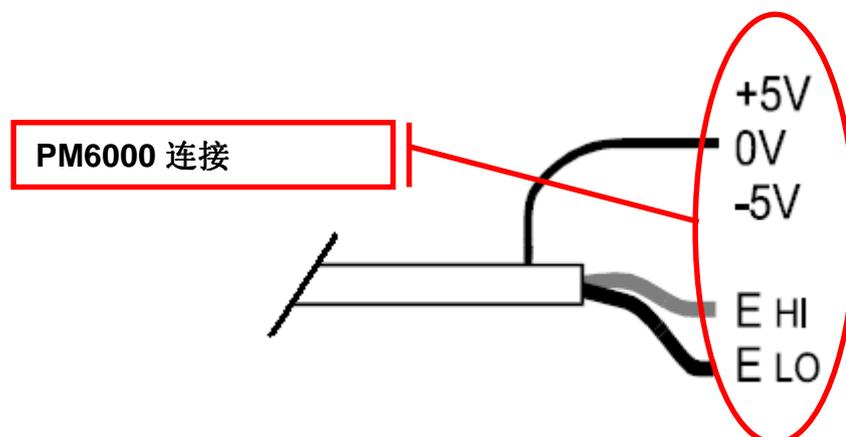

图 1.5 – 转换器连接至 PM6000
- b) 分别连接转换器的高电压端和低电压端到 PM6000 的“E_{HI}”和“E_{LO}”。如图 1.5。